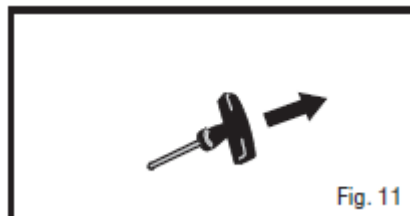

Рис. 11
6. Покладіть одну руку на генератор, щоб утримувати його на місці, і повільно потягніть за ручку ручного стартера, доки не відчуєте легкий опір (рис. 11). Потім швидко потягніть, щоб запустити двигун. Обережно поверніть шнур у машину. Ніколи не дозволяйте шнуру відскакувати назад.